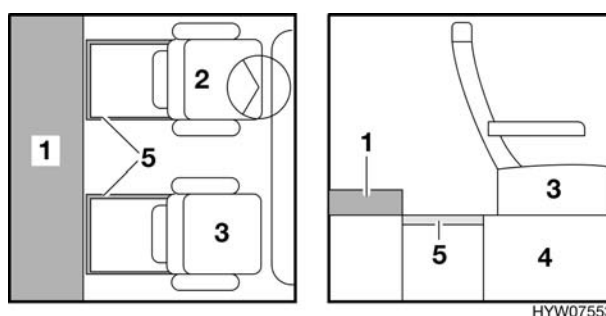

Fig. 44 Durante la trasformazione
- Spingere il sedile del guidatore (Fig. 44,2) e del passeggero (Fig. 44,3) completamente in avanti.
- Estrarre le basi di appoggio (Fig. 44,5) dalle console del sedile (Fig. 44,4) fino all'arresto.